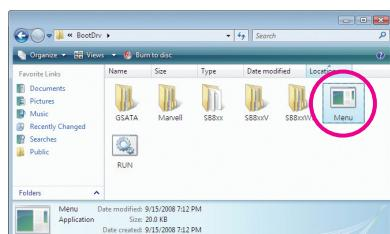

Figure 3
- 2: A partir de votre lecteur de disques optiques, double-cliquez sur le fichier **Menu.exe** dans le dossier **BootDrv** (Figure 3). Une fenêtre Commande d'invite similaire à celle dans Figure 4 apparaîtra.